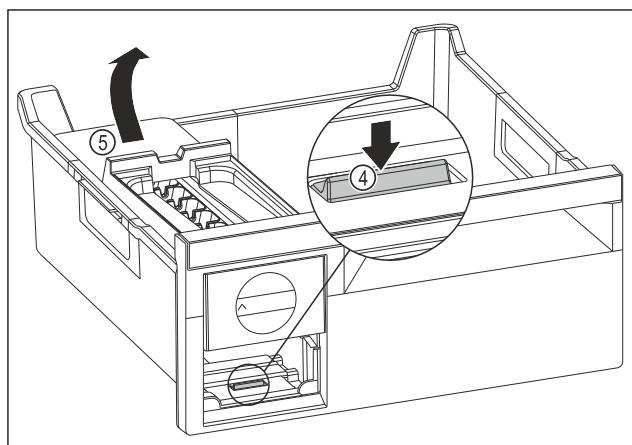

Fig. 141
- Odstranjevanje glavnega dela EasyTwist-Ice: Spono Fig. 141 (4) s prstom potisnite navzdol in hkrati z drugo roko glavni del EasyTwist-Ice Fig. 141 (5) od zadaj dvignite.